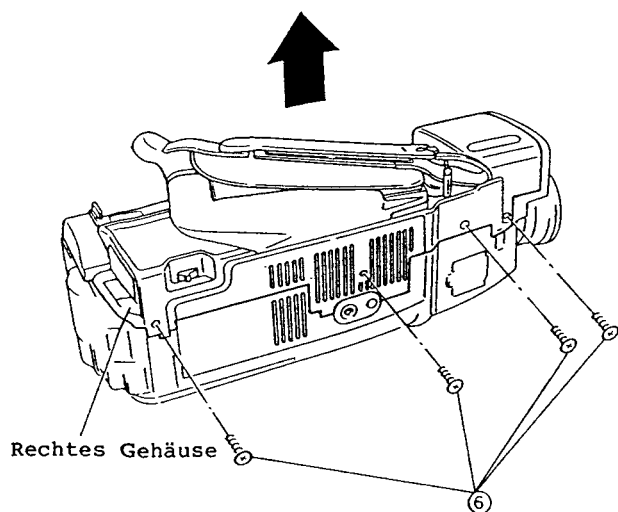

Abb. 2-9
6. Vier (4) Befestigungsschrauben des rechten Gehäuses entfernen (siehe Abb. 2-9).